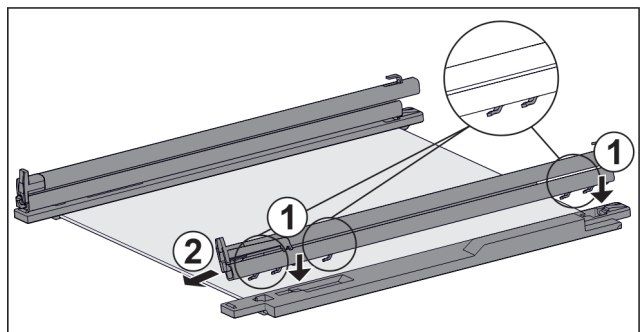

Fig. 110 Placa de vidrio con guías y piezas de sujeción
- ▶ Coloque los ganchos de la guía en las aberturas de la pieza de sujeción **izquierda**. Fig. 110 (1)
- ▶ Tire de la guía hacia delante. Fig. 110 (2)
- ▶ Coloque los ganchos de la guía en las aberturas de la pieza de sujeción **derecha**. Fig. 110 (1)